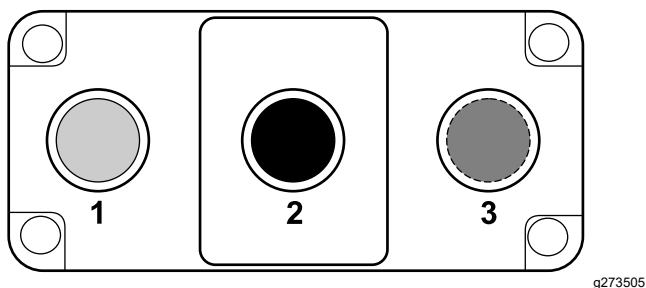

Figuur 16
2. Plak de sticker met de 4WD-functie over de geboorde opening (Figuur 16).